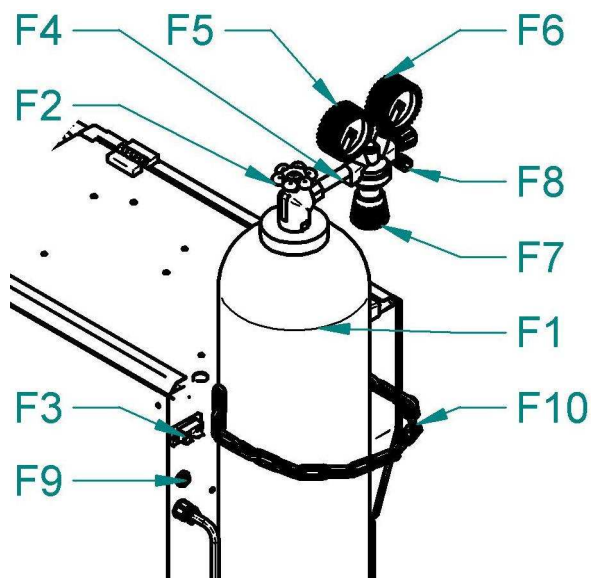

Abb. 7 - Einstellen des Gasflusses
1. Stecken Sie den Gasschlauch auf den Anschluss an der Maschine (Abb. 7, Pos. F9).
3. Drehen Sie an der Stellschraube (Abb.7. Pos.F7) an der unteren Seite des Reduktionsventiles solange bis der Strömungsmesser (Abb. 7, Pos. F6) die gewünschte Durchströmung anzeigt. Jetzt können Sie den Knopf wieder loslassen. Der optimale Durchströmungswert ist 10-15l/Min.